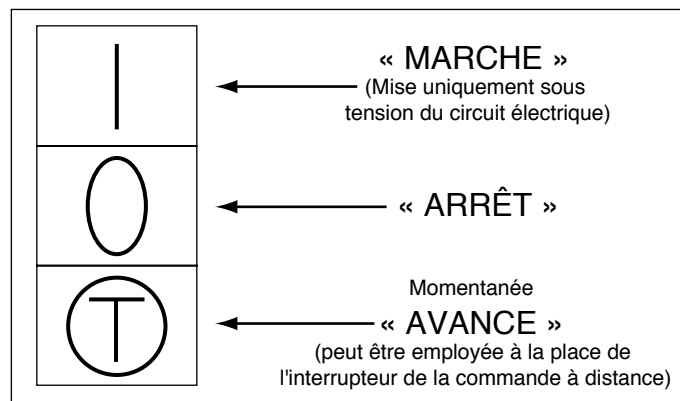

Figure 5 - Positions de l'Interrupteur de la Pompe
4. Vérifiez que l'interrupteur de la pompe est en position « ARRÊT ». Voir Figure 5.